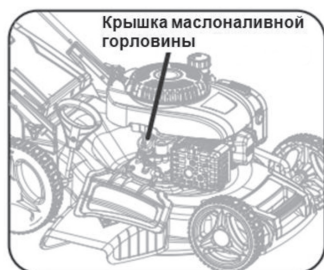

Рис.9
2. Откройте крышку маслоналивной горловины и извлеките масляный щуп (рис. 9).